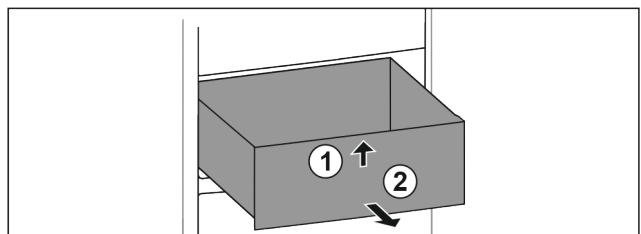

Fig. 38
- ▶ Підняти висувний ящик спереду. Fig. 38 (1)
- ▶ Вийняти висувний ящик рухом вперед. Fig. 38 (2)